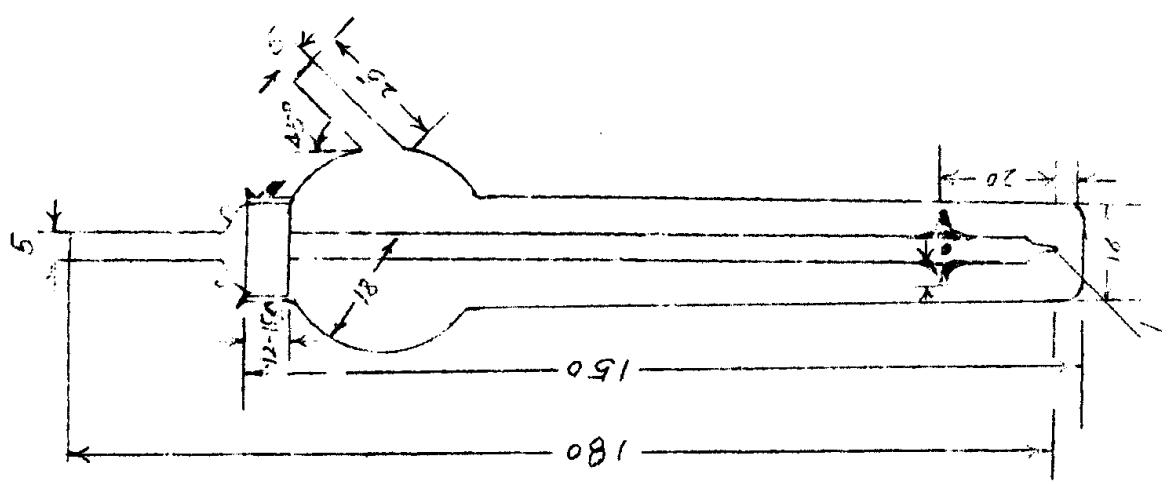

图4.冲击式吸收管
5. 冲击式吸收管：可盛5—10毫升吸收液，采样速度一般为2.8升/分，（见图4）